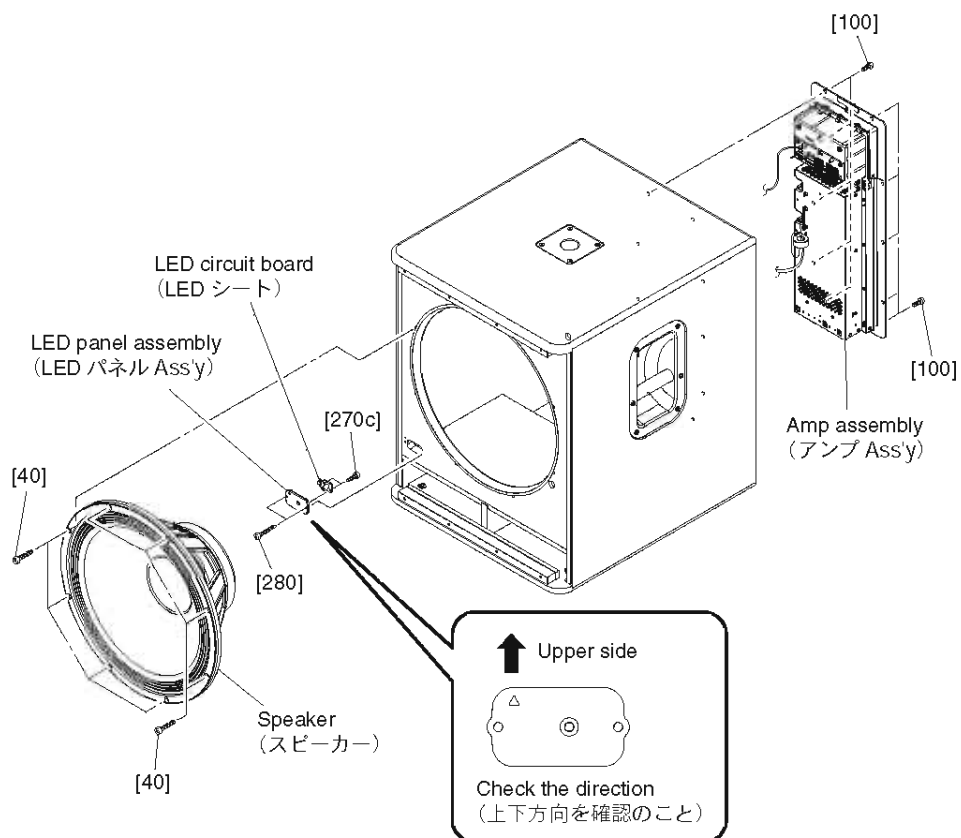

Fig. 3 (図 3)
- 3-2. Remove the two (2) screws marked [280]. The LED panel assembly can then be removed. (Fig. 3)
- 3-3. Remove the two (2) screws marked [270c]. The LED circuit board and the LED panel sub assembly can then be separated. (Fig. 3)
- 3-2. [280] のネジ 2 本を外して、LED パネル Ass'y を外します。(図 3)
- 3-3. [270c] のネジ 2 本を外して、LED シートと LED サブパネル Ass'y を別けます。(図 3)